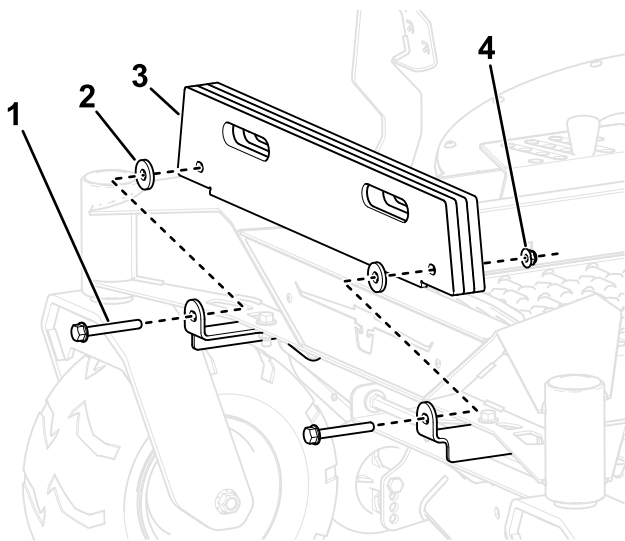

Figure 4
2. Fixez les masses (nombre déterminé par la taille du plateau) sur les supports de montage à l'aide de 2 boulons ($\frac{3}{8}$ " x $2\frac{3}{4}$ "), rondelles et contre-écrous ($\frac{3}{8}$ "), comme montré à la Figure 4.